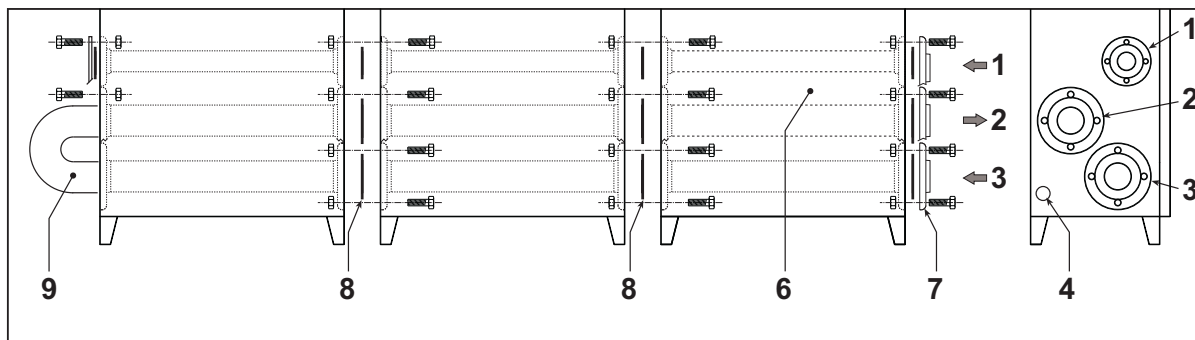

fig. 18
- Brancher sur le dernier module la tuyauterie de départ à la tuyauterie de retour (voir fig. 18).